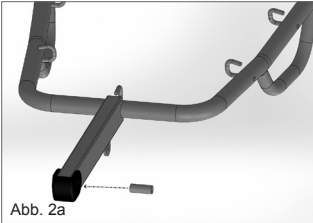

Abb. 2a
3. Führen Sie die Buchse in das für das Einsetzen in das Säulengelenk vorgesehene Loch des Arms ein (Abb. 2a)